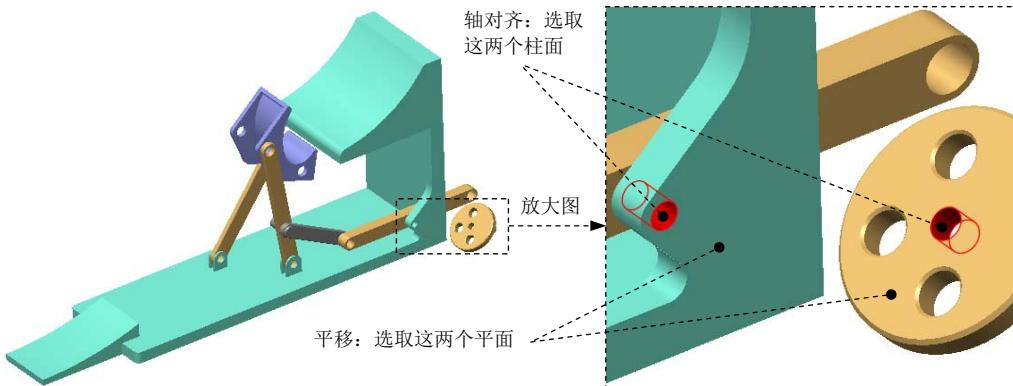
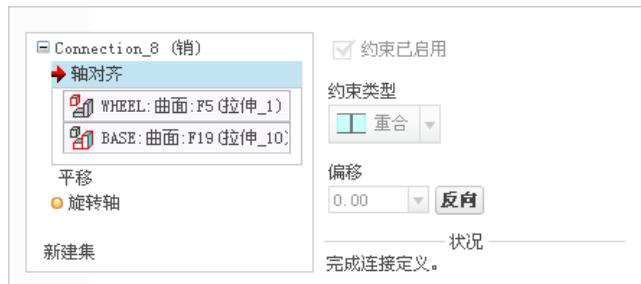

图 9.5.28 创建销（Pin）连接
图 9.5.29 定义“轴对齐”约束
(3) 单击操控板中的 按钮，完成连接的创建。
Step14. 引入元件 WHEEL.prt，并将其调整到图 9.5.28 所示的位置。
(1) 在“元件放置”操控板的机械连接约束列表中选择 销 选项。
(2) 定义“轴对齐”约束。单击操控板中的 按钮，分别选取图 9.5.28 中的两个柱面为“轴对齐”约束参考，如图 9.5.29 所示。
(3) 定义“平移”约束。分别选取图 9.5.28 中的两个平面为“平移”约束的参考，如